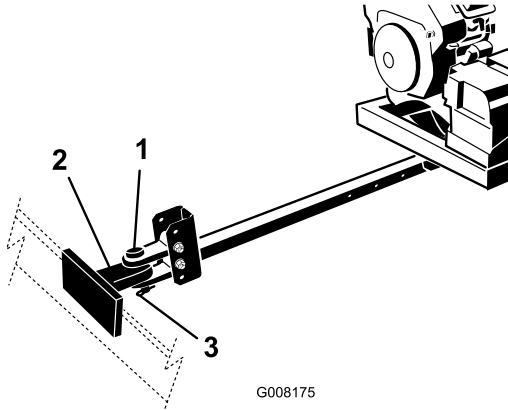

図 6
4. ヒッチピンとクレビスを使って、ブローアのクレビス・ヒッチを牽引車両のヒッチに接続する (図 6)。